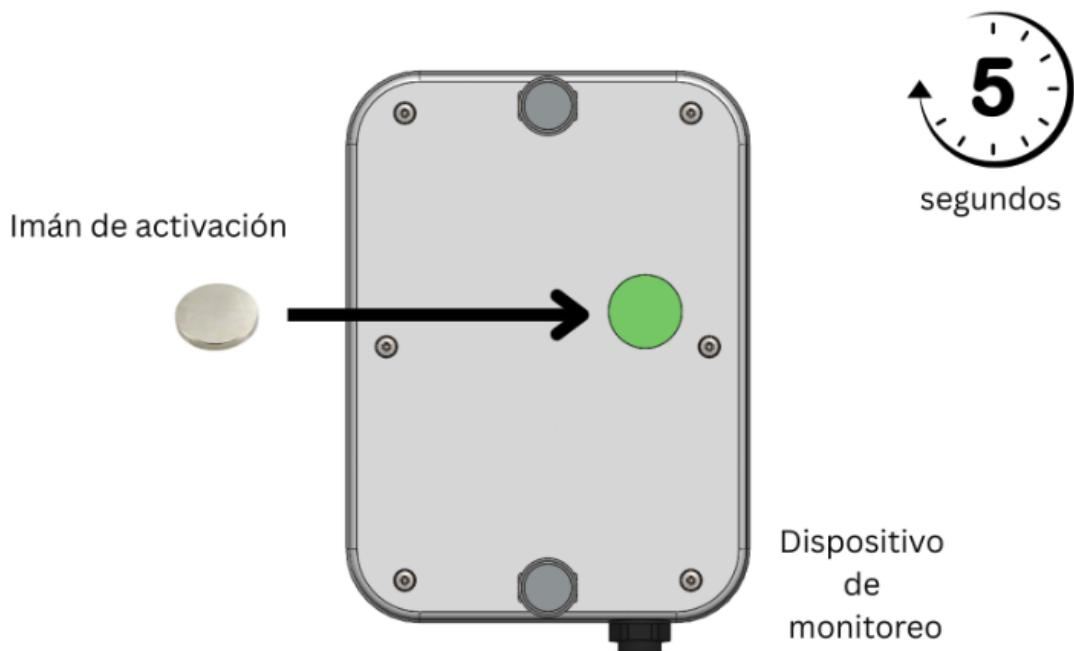

Figura 5 Activación del monitor Levix
2. Mantenga el imán pegado durante 5 segundos, tal como se muestra en la Figura 5.